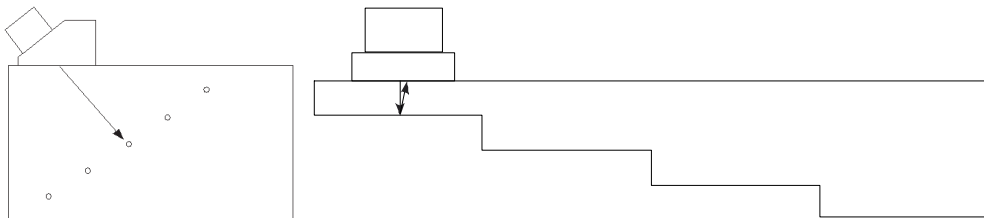

图 5-20 用于 TCG 校准的校准试块
1. 将探头放置于校准试块上，如第 141 页的图 5-20 所示。